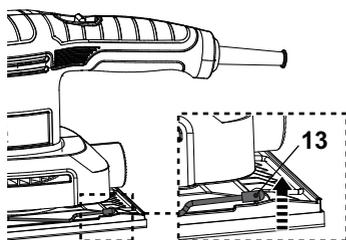

Fig. 10
- > Tirez le levier de serrage (13) vers le haut pour le désenclencher (Fig. 10).